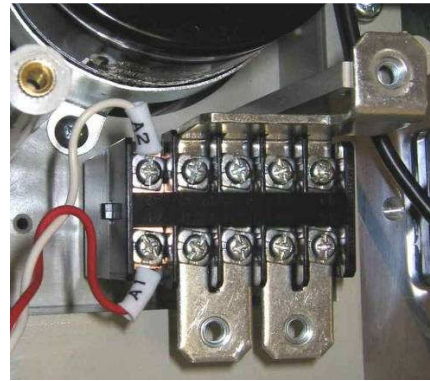

Рис.6.8
**6.7.2** Выкрутить винты на контактах А1 и А2 реле, отсоединить провода жгута, идущего к разъему CN1 платы драйверов (рис.6.8). Положить винты в тару.